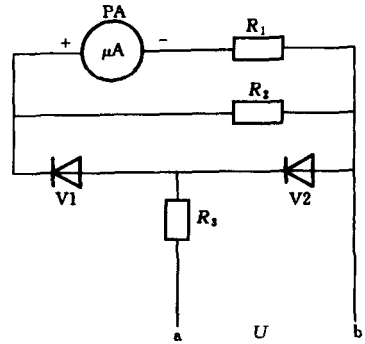

图 1-13 交流电压的测量
3) 交流电压的测量。交流电压的测量原理如图 1-13 所示。图中  $R_3$  为串联分压电阻, 当外电压  $U$  的  $a$  端为正时, 电流由  $a$  点流入, 经二极管  $V_1$ , 并分流一部分后, 从微安表 PA 的 “+” 端流入; 如果交流电压  $U$  的  $b$  端为正, 则电流由  $b$  点流入, 经二极管  $V_2$  及电阻  $R_3$  流回电源。这样保证了微安表 PA 中的电流始终由 “+” 端流入。因此, 有适当的偏转, 按比例可以指示出交流电压  $U$  的有效值。